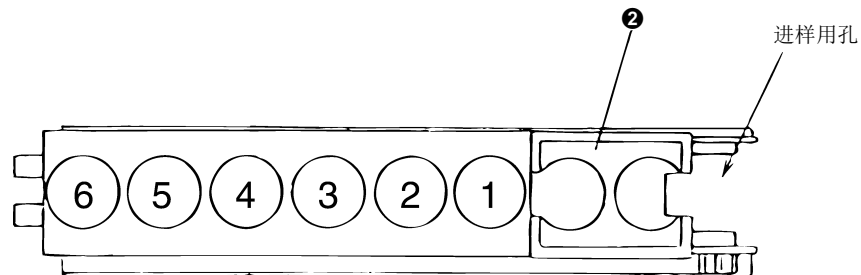

图 2-42
在③上安装 1.5 mL 样品瓶时，可安装在任意位置，但进样时，如图2-42所示，按照编号由小到大的顺序进样。